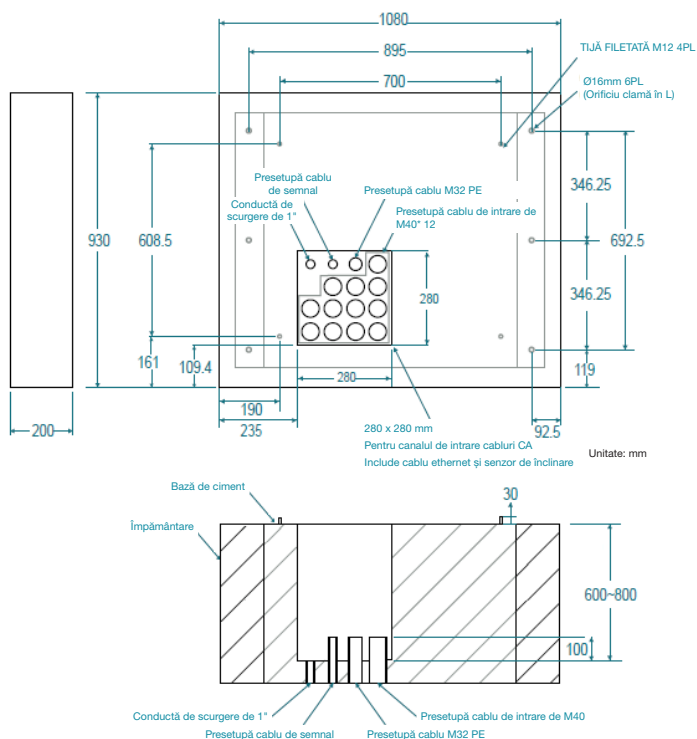

Figura 3-3. Dimensiuni de instalare
3) Metoda de atașare 1: Instalați patru tije filetate M12 la o lungime 4 cm (1,57 inci) în Figura 3-3 și 3-4. Tijele filetate trebuie instalate în următoarea toleranță a orificiilor pentru șuruburi de pe EVSE: